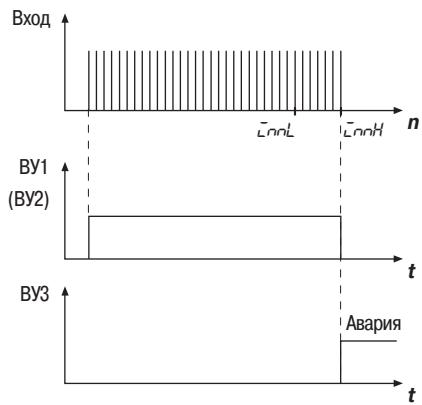

Рис. 11
– значение счетчика превысило заданное значение параметра  $\text{CnPH}$ , а сигнал о превышении периода следования импульсов не поступил (рис.11); это возможно только тогда, когда определение концевого положения происходит по превышении периода следования импульсов, заданного в параметре  $\text{CnPA}$ , в интервале значений счетчика от  $\text{CnPL}$  до  $\text{CnPH}$ ; в остальных случаях при достижении значения  $\text{CnPL}$  всегда происходит отключение управления приводом.